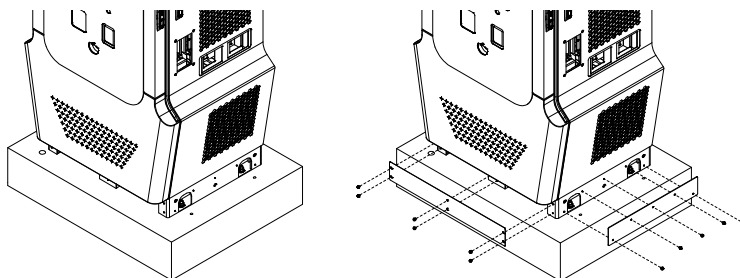

Figura 16. Installazione del coperchio della base
- 4) Fissare il coperchio della base (incluso nella confezione di accessori) all'EVSE. Vedere la figura 16.